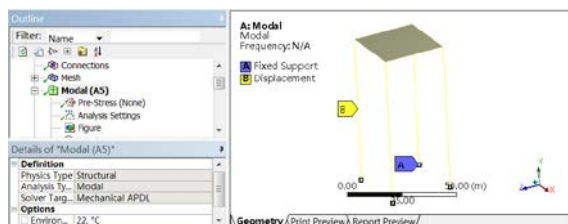

图 13-10 边界条件示意图
6) 选择 Mechanical 界面左侧 Outline 树结构图中的“Modal (A5)”选项, 查看施加边界条件后的示意图, 如图 13-10 所示。